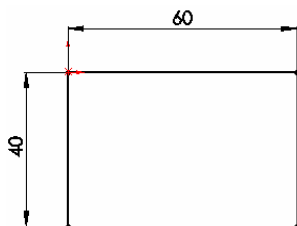

图 6-6 绘制的草图
① 设置基准面。在左侧的“FeatureManager 设计树”中用鼠标选择“前视基准面”作为绘制图形的基准面。
② 绘制草图。选择菜单栏中的“工具”→“草图绘制实体”→“矩形”命令,以原点为一角点绘制一个矩形并标注尺寸,结果如图 6-6 所示。